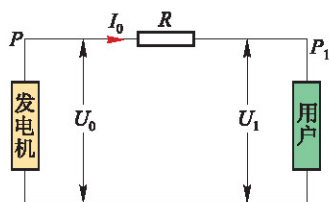

图 2-7-4
**【解】**用 500 V 电压送电时示意图如图 2-7-4 所示，输电功率为 50 kW 时输电线上的电流